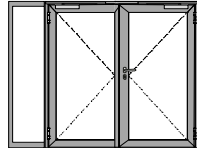

Bild 2
- Bild 2: 2flg. Tür mit Seitenteil